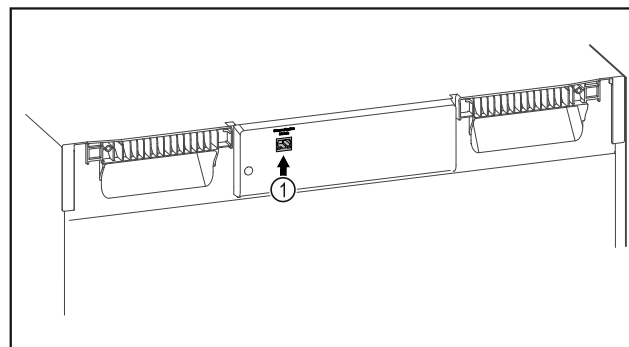

Fig. 101
- ❑ Le SmartModule Fig. 101 (1) est en place.